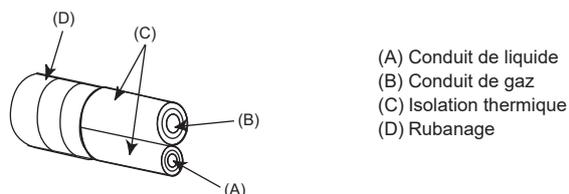
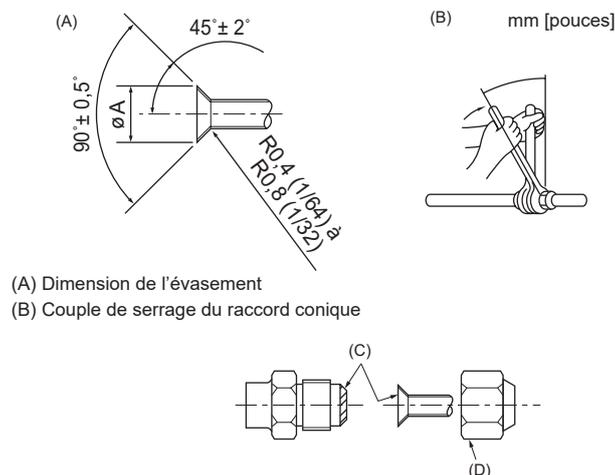

Fig. 4-1
Fig. 4-2
(A) (Fig. 4-1)
(B) (Fig. 4-1)
4.2. Connexion des tuyaux (Fig. 4-1, Fig. 4-2)
En cas d'utilisation de tuyaux en cuivre disponibles sur le marché, isoler séparément les tuyaux de liquide et de gaz avec un matériau isolant vendu dans le commerce (résistant à une température de 100 °C, 212 °F ou plus, et d'une épaisseur de 12 mm, 1/2 pouce ou plus). (Fig. 4-1)
[Fig. 4-2]